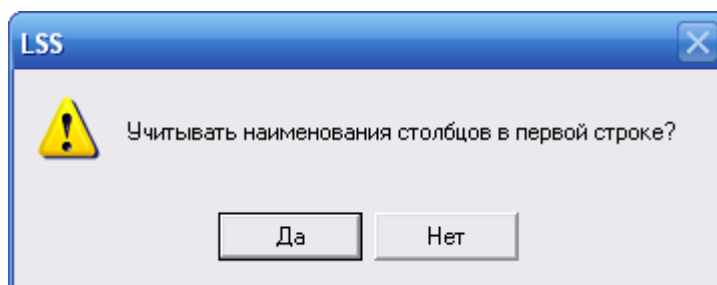

Рис. 11-4
3. В следующем окне нажмите на кнопку **Да**, если первая строка обменного файла содержит заголовки столбцов (рис. 11-4). В этом случае данные, содержащиеся в первой строке обменного файла, не будут импортированы как данные объекта ГПМО.